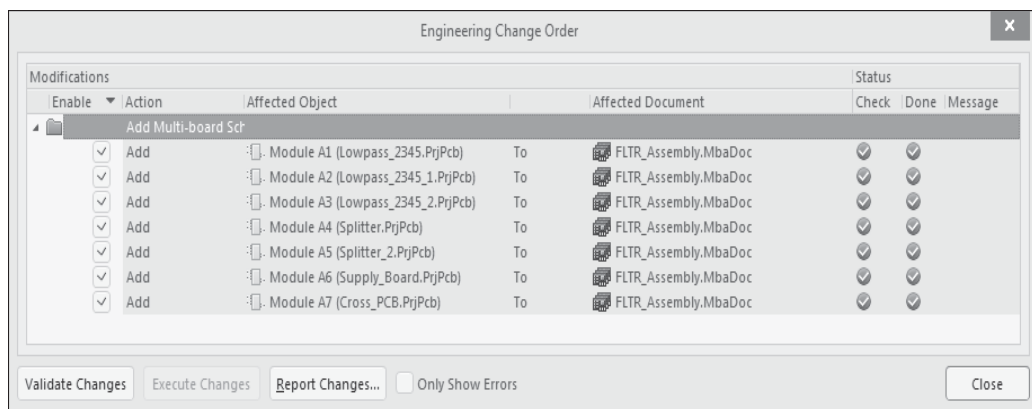
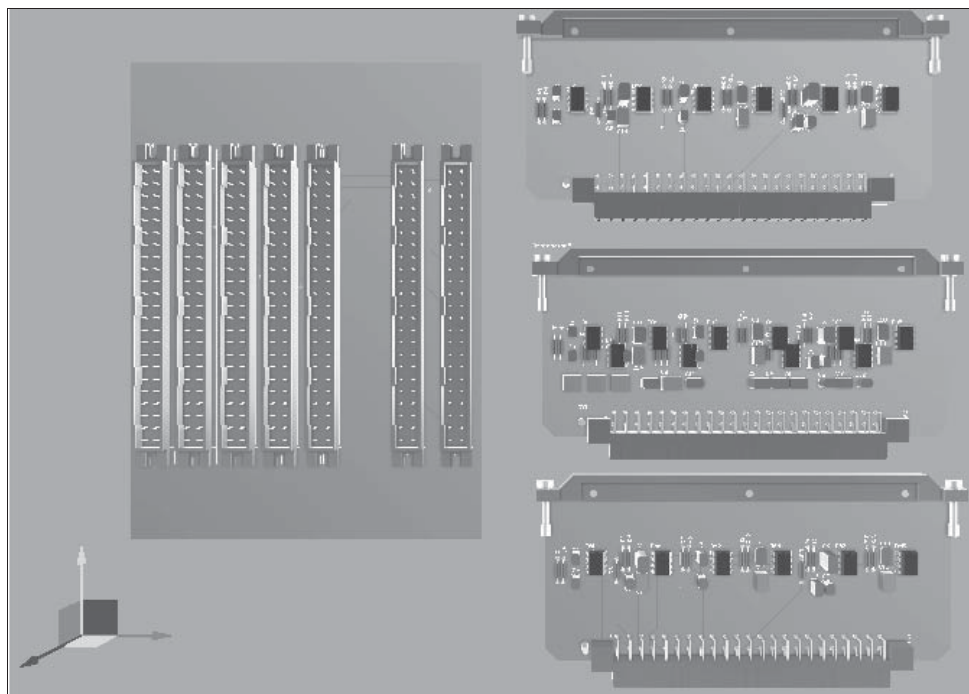

Рис. 9.10. Диалоговое окно ECO включения модулей в многоплатную сборку
Рис. 9.11. Начальное положение модулей многоплатного проекта
4. В результате по обычным правилам открывается диалоговое окно внесения изменений (ECO). После выполнения в этом диалоговом окне (рис. 9.10) команды проверки возможности внесения изменений (кнопкой **Validate Changes**) и команды исполнения (кнопкой **Execute Changes**) все дочерние платы импортируются в среду графического редактора многоплатной сборки и располагаются в главном окне программы в одной плоскости — возможно, стопкой, одна поверх другой (рис. 9.11). Все объекты показываются в виде сверху на плоскость XY. Согласно правилам проекционного черчения по ЕСКД — это главный вид.
В левом нижнем углу окна графического редактора (см. рис. 9.11) располагается значок, названный на языке оригинала **Workspace Gizmo**1 — в виде трех координатных плоскостей и осей-стрелок: